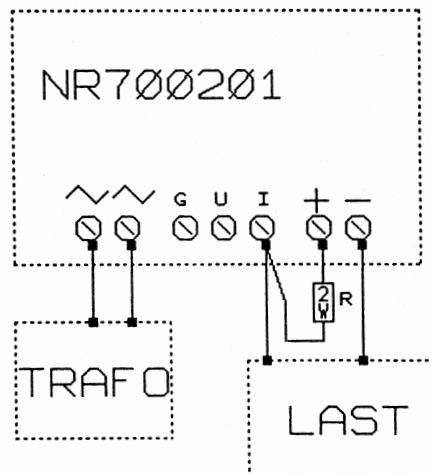

Abb. 5,
Strombegrenzung Abb. 5 zeigt, wie der Einsatzpunkt der Strombegrenzung auf Werte unter 2A einzustellen ist. Der Ausgangsstrom wird jetzt an Klemme "I" entnommen.
zu Abb.5:
**Strombegrenzung** Abb. 5 zeigt, wie der Einsatzpunkt der Strombegrenzung auf Werte unter 2A einzustellen ist. Der Ausgangsstrom wird jetzt an Klemme "I" entnommen.